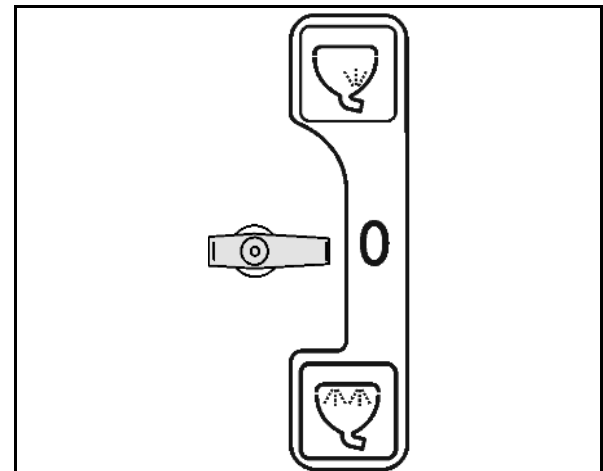

Fig. 73
- Ekstrarøreværket kan indstilles på indstillingshanen (Fig. 73/1).
Ekstrarøreværket er deaktiveret i indstillingshaneposition 0. Maksimale rørevelsen i position (Fig. 73/2).
Sikring af trykfilterets aftapningsfunktion (Fig. 73/3).